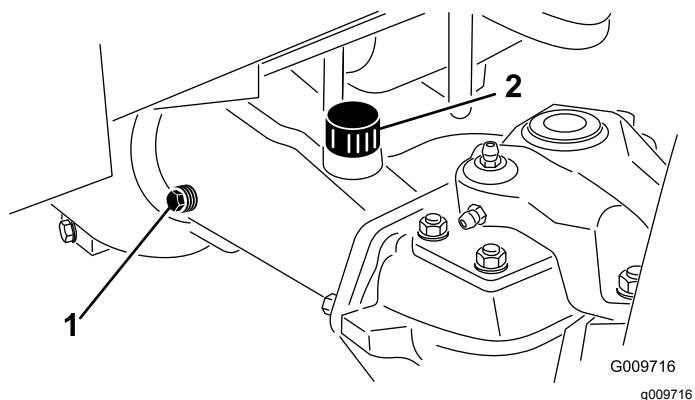

Figura 41
2. Togliete il tappo di controllo da un'estremità del ponte (Figura 41) e verificate che il lubrificante raggiunga la base del foro. Se il livello è basso, togliete il tappo di riempimento (Figura 41) e rabboccate con lubrificante finché non raggiunge la base del foro del tappo di controllo.